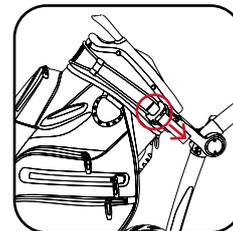

Figure 1
1. Tirez la sangle élastique autour du sac et passez la barre arrondie sous le crochet (figure 1)